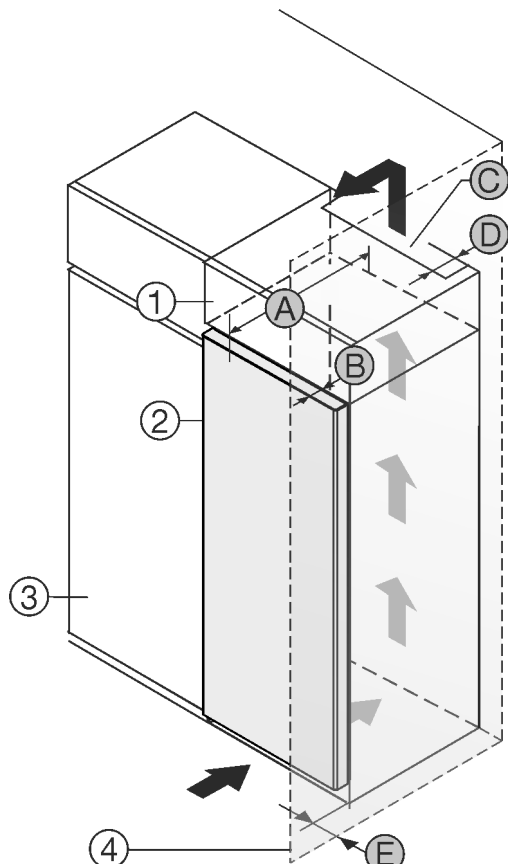

Fig. 1
Установите устройство непосредственно рядом с кухонным шкафом Fig. 1 (3).
На задней стенке дополнительного шкафчика должен быть вентиляционный канал с глубиной Fig. 1 (D) по всей ширине этого шкафа.
Нужно соблюдать вентиляционное отверстие Fig. 1 (C) под нижней панелью.
Если устройство установлено на шарнирах у стены Fig. 1 (4), то расстояние между устройством и стеной должно быть не менее 13 мм.
Если устройство установлено на шарнирах у стены Fig. 1 (4), то расстояние между устройством и стеной должно быть не менее 20 мм.
Чтобы можно было полностью открыть двери, устройство должно выступать на глубину двери Fig. 1 (B) относительно передней стенки кухонного шкафа. В зависимости от глубины кухонных шкафов Fig. 1 (3) и использования пристенных распорок устройство может выступать и больше.